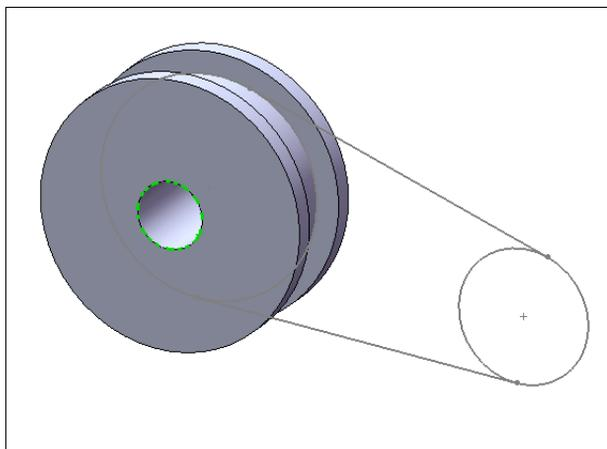

Рис. 6.71
8. Оформим центральное отверстие в шкиве для его крепления на валу. Выберем торцевую плоскую поверхность, войдем в эскиз и нарисуем эскиз отверстия в виде окружности диаметром 15 мм концентрично заготовке шкива. Вытянем вырез, используя граничное условие **Насквозь** (рис. 6.71).